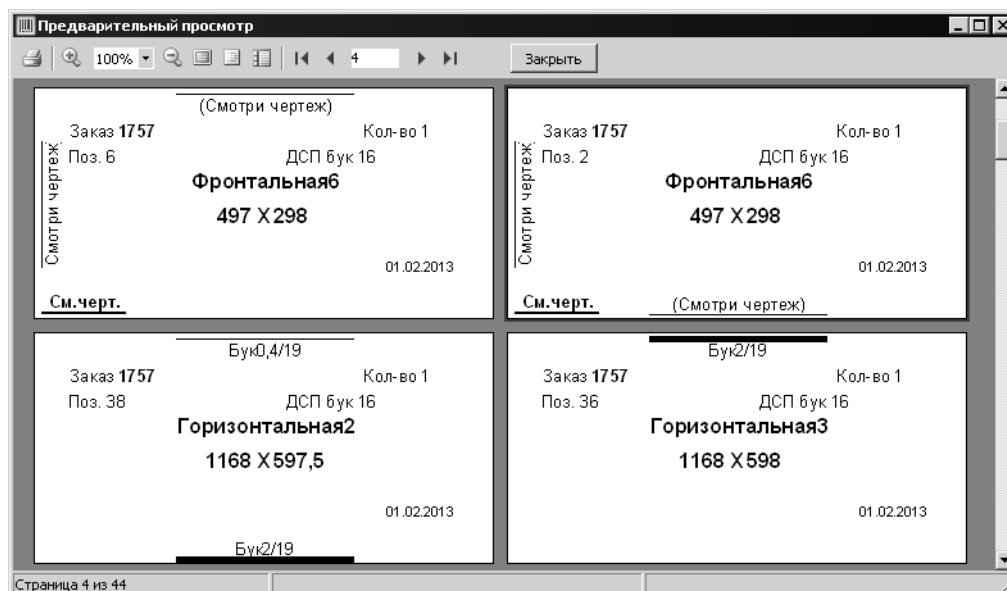

Рис. 3.21.
6. Чтобы завершить условное форматирование, нажмите кнопку **OK**. Варианты оформления поля для разных толщин кромок при предварительном просмотре печати (см. раздел 4.2 на с. 69) показаны на рис. 3.21.